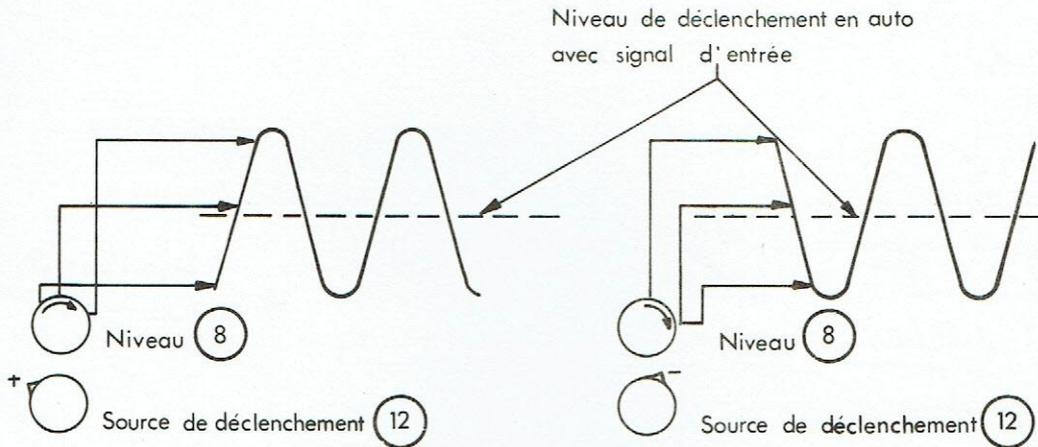

Fig 3
- (8) "NIVEAU". Cette commande permet deux utilisations. (Figure 3)
- Sur "AUTO" la commande (8) "NIVEAU" est à fond à gauche. Le potentiomètre "NIVEAU" est hors service. La base de temps commute automatiquement par l'intermédiaire d'un circuit bistable de la position "Relaxé" à la position "Déclenché" ou inversement selon que l'on applique un signal ou non. Avec un signal, la base de temps est en "Déclenché". Le préréglage interne du niveau de déclenchement permet de faire démarrer la base de temps lorsque l'amplitude du signal de déclenchement atteint le niveau zéro. Sans signal, la base de temps est en "Relaxé". Elle oscille à sa fréquence propre, fréquence déterminée par la valeur des éléments du circuit. Ceci permet ainsi d'avoir une trace sur l'écran sans aucun signal à l'entrée. La commutation "Déclenché - Relaxé" s'effectue en 50 ms minimum.
- La commande (8) "NIVEAU" tournée à droite, la base de temps commute en "Déclenché"; le potentiomètre "NIVEAU" est en service et permet de choisir le point de départ du balayage sur le signal observé : soit sur la partie montante lorsque le contacteur (12) est sur "+", soit sur la partie descendante lorsque (12) est sur "-".